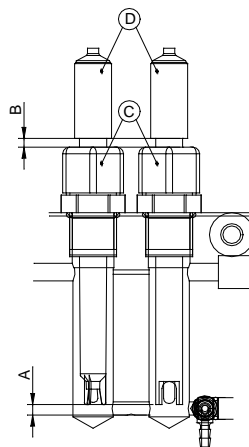

Figura 8 - Detalle de montaje de los electrodos pares de electrodos
Para el montaje de los electrodos (Figura 8, pos. D), proceda como se describe a continuación:
- Inserte los electrodos teniendo cuidado de dejar menos de 10 mm desde el fondo de la sede en el portasondas de plexiglás (Figura 8, pos. A)
- Apriete a mano las arandelas (Figura 8, pos. C) teniendo cuidado de evitar la rotura del plástico transparente de los electrodos